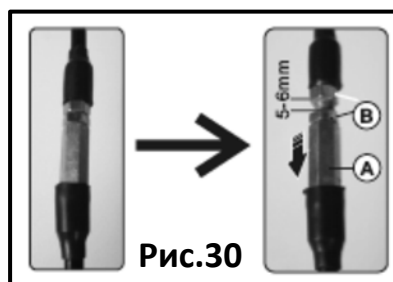

Рис.30
После 20 часов использования, если ремни привода шнека и колес проскальзывают, вы можете отрегулировать троса сцепления следующим образом: отрегулируйте винтовую втулку (A) на 5-6 мм. В то же время убедитесь, что регулировочная гайка (B) и регулировочная гайка (A) зафиксированы вместе см. рис.30.